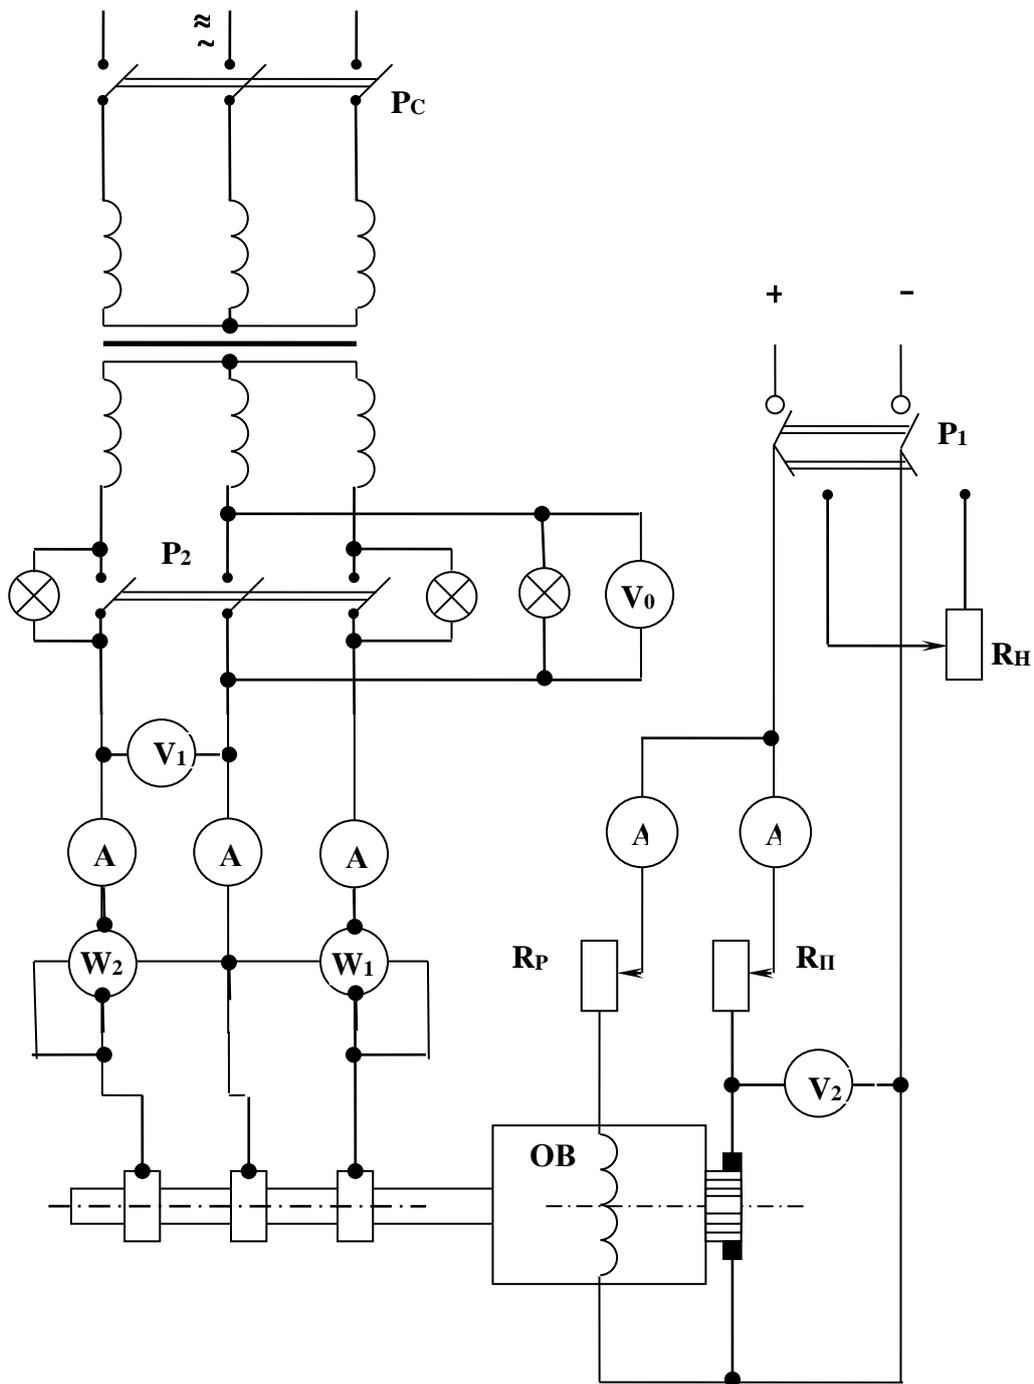

Рис. 2. Схема испытания однофазного преобразователя
Собрать схему, изображенную на рис. 2. Включить рубильник сети  $P_c$ . Запуск преобразователя производится, как запуск двигателя постоянного тока параллельного возбуждения. Изменением сопротивления регулировочного реостата достигается увеличение частоты вращения до значения близкого к синхронной. Когда лампы, включенные на «погасание света», погаснут, замкнуть рубильник  $P_2$ , при этом рубильник  $P_1$  разомкнуть, отключив преобразователь от сети постоянного тока.
3. Осуществить регулирование напряжения одноякорного преобразователя. Собрать схему, изображенную на рис. 2. Изменяя напряжение переменного тока с помощью индукционного регулятора, изменять напряжение постоянного тока.